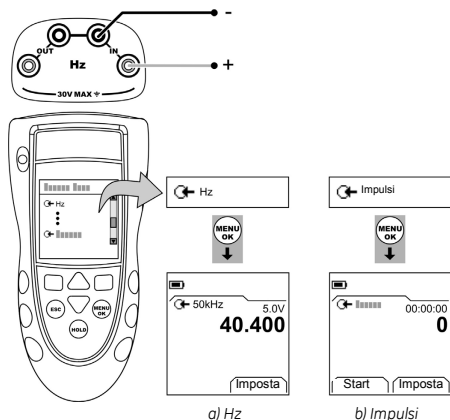

Figura 1: Esempio configurazione – per misura Hz o conteggio Impulsi
1. Collegare lo strumento (Figura 1) e, se necessario, modificarne il Setup (Tabella 1).